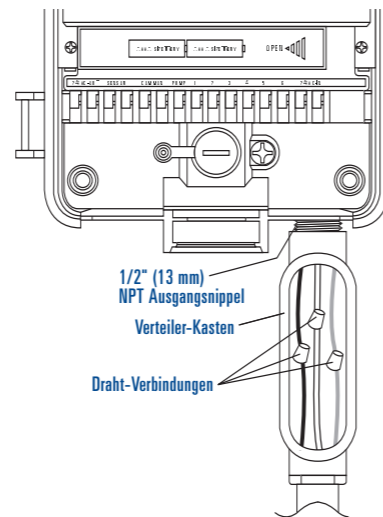

Abbildung A5: Verwenden einer Anschlussdose
- Anschlussdose (nicht im Lieferumfang) mit dem NPT-Anschlussrippel verbinden. [Siehe Abbildung A5]